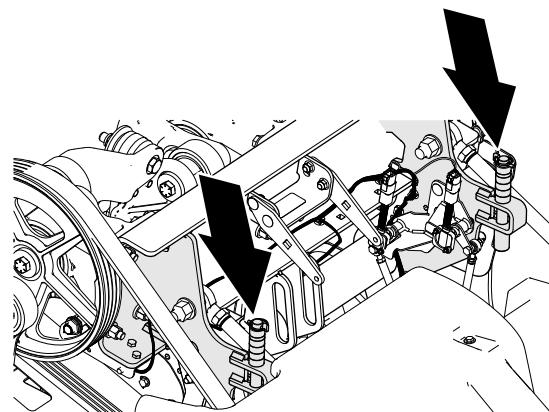
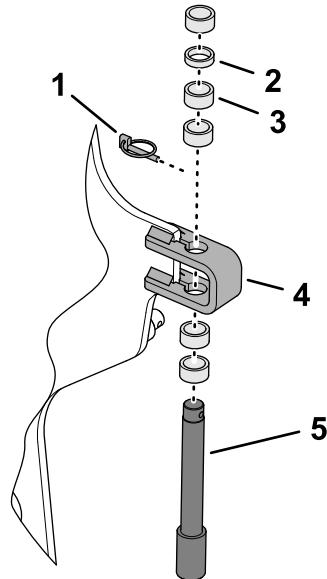

Bild 120
Bild 121
3. Entfernen Sie den Klappstecker, mit dem der Tiefenanschlagstift und die Distanzstücke an der Anschlaghalterung befestigt sind (Bild 120 und Bild 121).